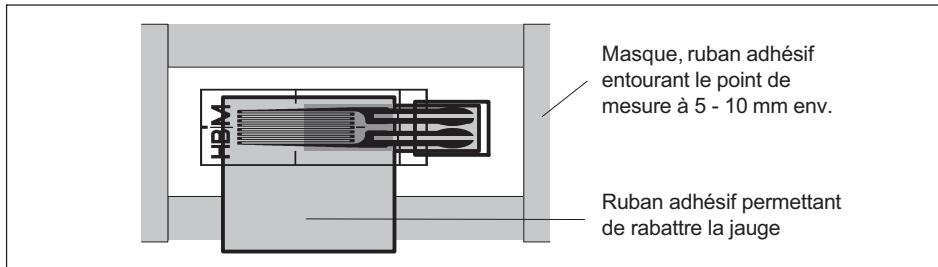

Fig. 5.4 Préparation du point d'installation de la jauge
- ▶ Placez un ruban adhésif tout autour de la surface d'installation en observant un écart de 5 à 10 mm (*voir Fig. 5.4*).